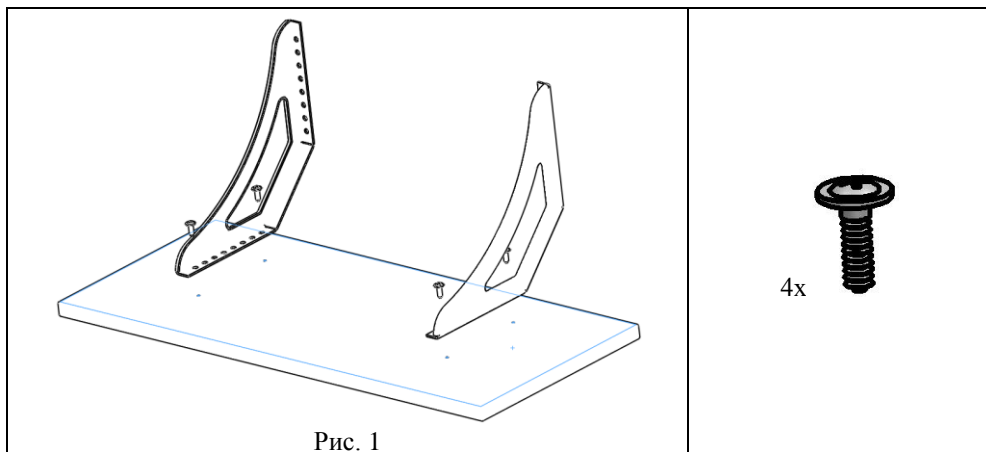

Рис. 1
5.1.1 К полке (поз.1) снизу прикрутить кронштейны (поз.2) с помощью саморезов с прессшайбами (поз. 1, пакет № 20), см. рис. 1.